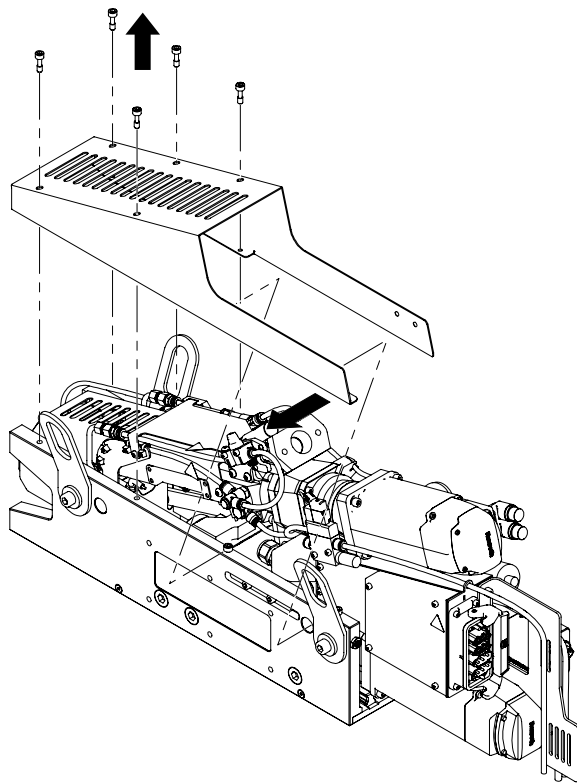

图 8-16 拆卸顶盖
2. 拆卸 E-Multi Mini 的顶盖。请参阅图 8-16 拆卸顶盖。